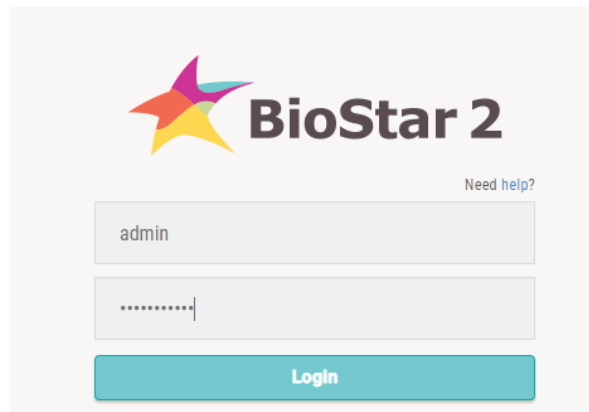

Рис. 3. Окно авторизации BioStar 2
4. Зайдите в панель управления, введя логин и пароль (Рис. 3).